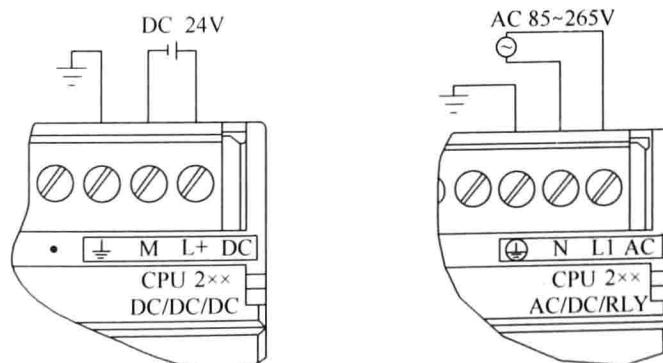

图 1.1-9 PLC 供电形式
(4) 扩展接口 扩展接口用来扩展 PLC 的 I/O 端子数。当用户所需要的 I/O 端子数超过 PLC 基本单元（即主机，带 CPU）的 I/O 端子数时，可通过此接口用扁平电缆线将 I/O 扩展接口（不带有 CPU）与 PLC 基本单元相连接，以增加 PLC 的 I/O 端子数，从而适应控制系统的要求。其他很多的智能单元也通过该接口与 PLC 基本单元相连。
(5) 通信接口 通信接口是专用于数据通信的，主要实现人-机对话。PLC 通过通信接口可与打印机、监视器以及其他 PLC 或计算机等设备实现通信。
(6) 电源 PLC 的电源（见图 1.1-9）是指将外部输入的电源处理后转换成满足 PLC 的 CPU、存储器、输入/输出接口等内部电路工作需要的直流 5V 电源电路或电源模块。另一方面可为外部输入元件提供 DC 24V 标准电源，而驱动 PLC 负载的电源由用户提供。